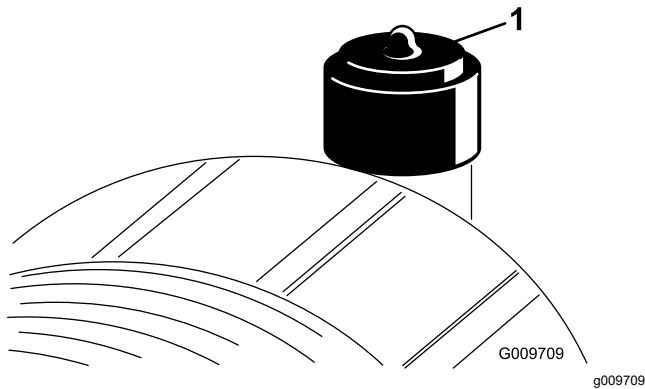

Bild 51
Warten Sie den Luftfiltereinsatz nur, wenn die Verstopfungsanzeige dies angibt (Bild 51). Das frühzeitige Auswechseln des Luftfilterelements erhöht die Gefahr, dass Schmutz in den Motor gelangt, wenn Sie das Filterelement entfernen.
2. Stellen Sie die Verstopfungsanzeige (Bild 51) zurück, wenn sie auf Rot steht.